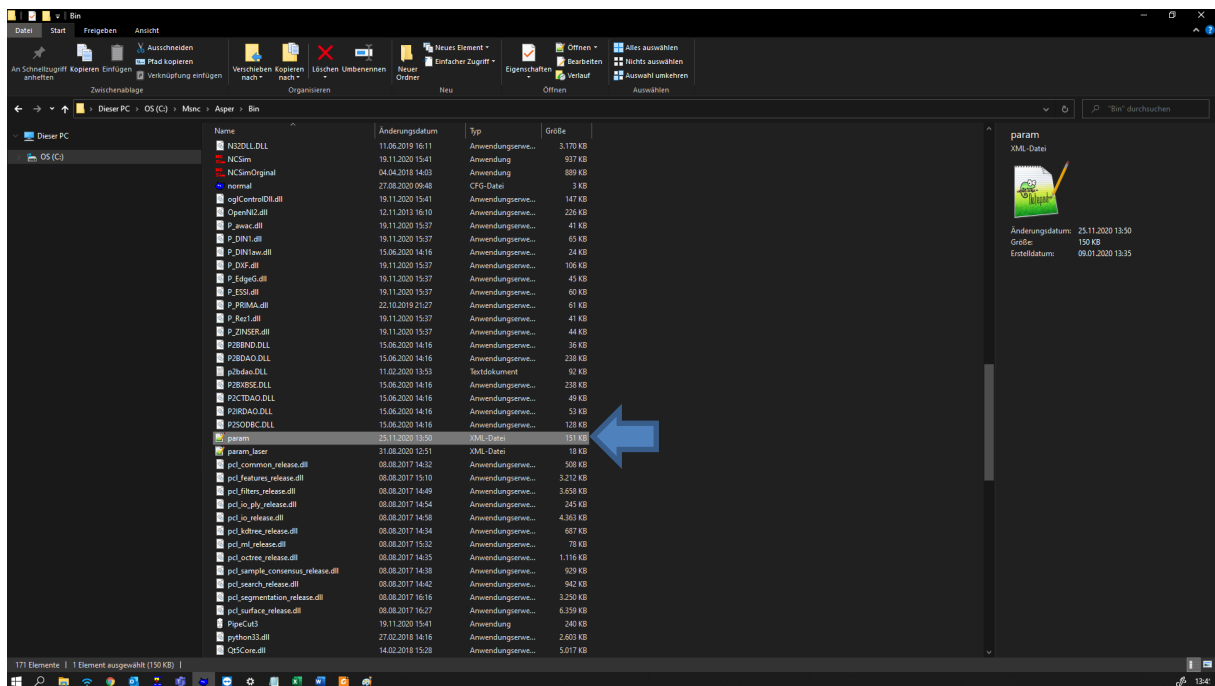

Abbildung 3 (Die Datei „Param.XML“ von der Anlage kopieren und auf alle Bürorechner im Installationspfad einfügen und überschreiben)
7. Richten Sie die Werkzeuge am besten ein, indem Sie die Datei param.xml von der Maschinensteuerung übertragen. Die Datei befindet sich auf der Anlage standardmäßig unter folgendem Pfad „C:\msnc\Asper\Bin“. (Siehe Abbildung 3).